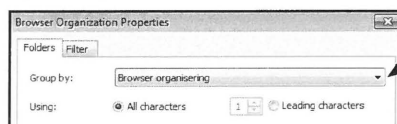

Fig. 13.24. Vælg *Browser Organisering* på listen.
- Vælg den oprettede *Project Parameter* på listen under *Group By* (Fig. 13.24).